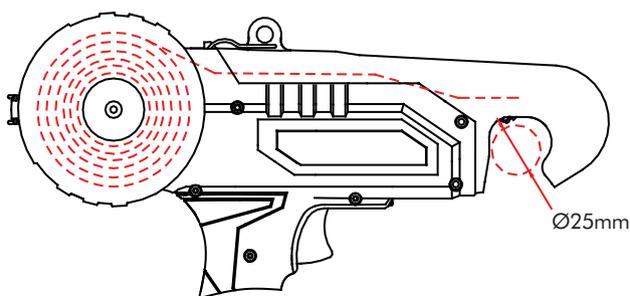

FIG.1
2) Este producto ha sido diseñado para atar parras y otras ramas con un diámetro de aprox. 25 mm. No utilice esta herramienta si el diámetro de su trabajo de atadura es superior a 25 mm ya que podría dañar la herramienta. (FIG.1)